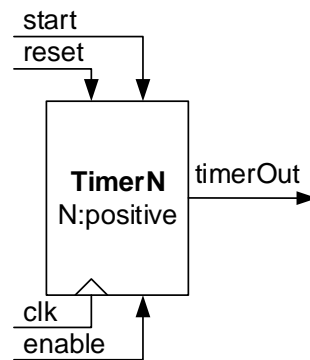

Figura 6 – Interface do módulo "TimerN".
2. Construa em VHDL um temporizador em que a saída é ativada após o disparo do temporizador e desativada após ter decorrido o intervalo de tempo $N \times T$, com N programável estaticamente e sendo T o período do sinal de relógio aplicado ao temporizador. A interface do temporizador é apresentada na Figura 6. O registo de contagem deve ser de 32 bits (baseado no tipo de dados **integer** em VHDL).